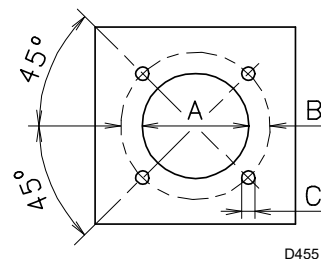

Fig. 11
Perçer la plaque de fermeture de la chambre de combustion comme indiqué dans la Fig. 11.
- Introduire le brûleur entier sur le trou de la chaudière, réalisé auparavant comme dans la Fig. 11, et fixer avec les vis fournies en dotation.